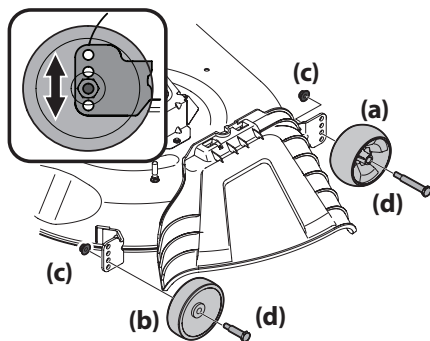

Figura 12
- b. Retire las ruedas delanteras (a) y traseras (b) de la plataforma retirando las tuercas de seguridad con brida (c) y los tornillos con reborde (d) que los sujetan a la plataforma. Consulte la Figura 12.